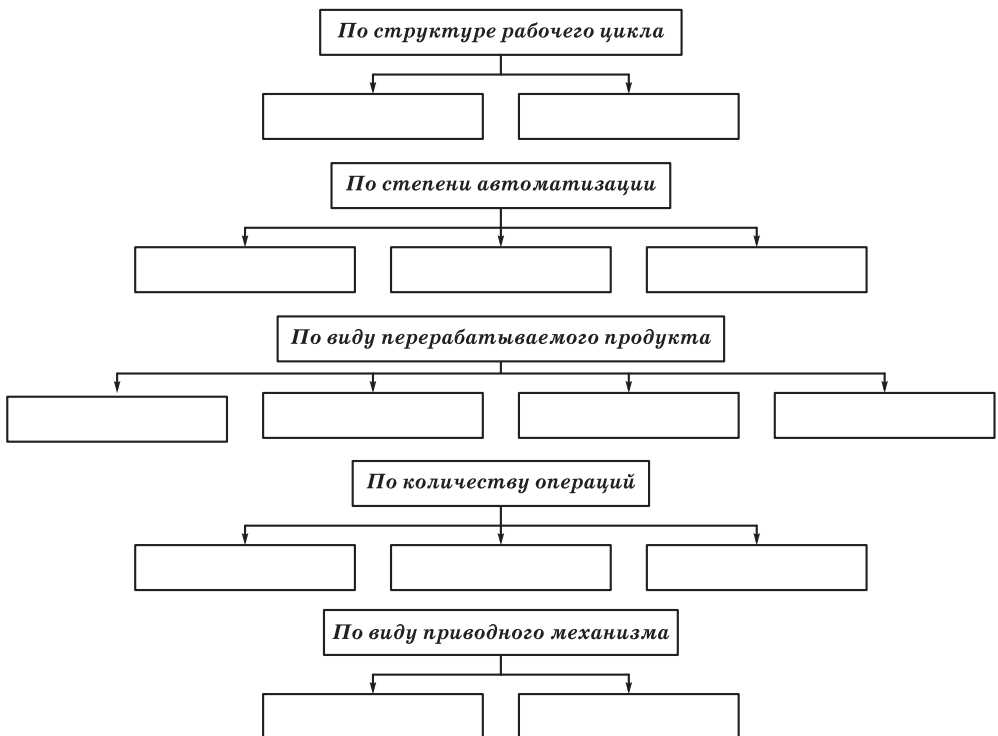

Рис. 1.1. Классификация технологических машин
2. Заполните схему классификации технологических машин, приведенную на рис. 1.1.